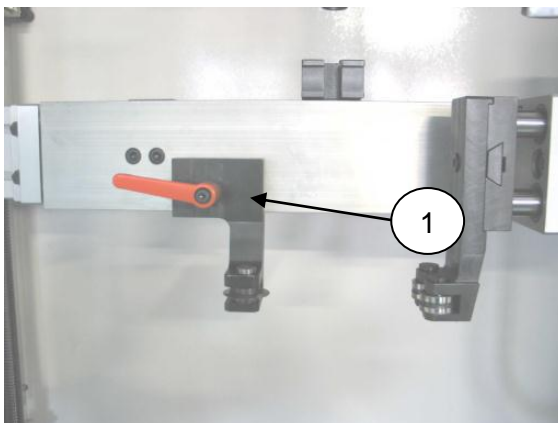

Рисунок 11
5.2. Установите нарезочный инструмент (1 Рис. 11) на установку используя рычаг быстрого съема.